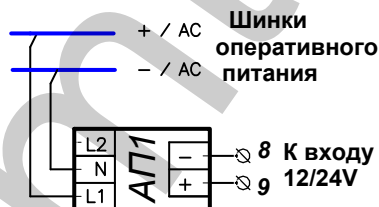

Рис. 7 Схема питания блока БУАВР от изолированного источника оперативного питания
- 6.8. При питании блока БУАВР от источника оперативного питания 110/220В переменного (выпрямленного) или постоянного тока, не допускающего соединения с нейтралью, рекомендуется использование адаптера питания АП1, который необходимо подключить к входу 12/24В блока БУАВР, рис.7.